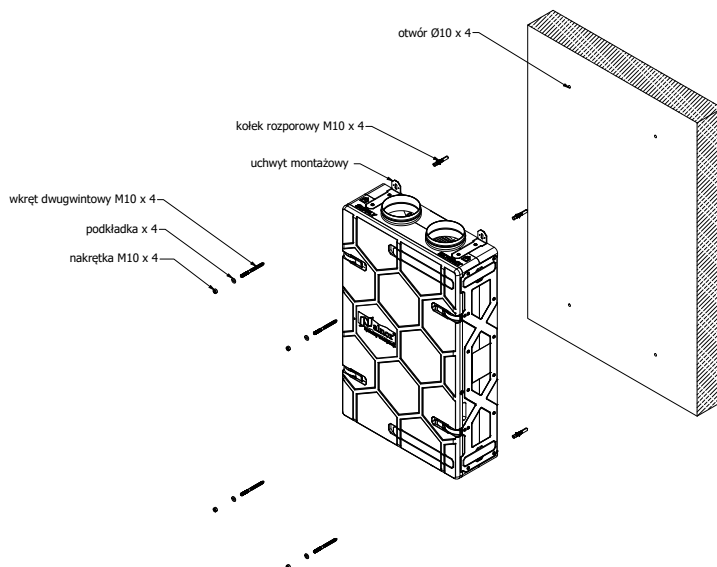

Rys. 24 – Rozpakowanie centrali wentylacyjnej
- Centralę wentylacyjną z odzyskiem ciepła (w tym wszystkie elementy z Rys. 24) - 1 szt.